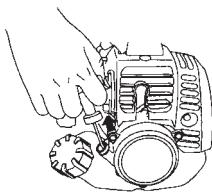

Fig. 14
3. Tire energicamente del arrancador de retroceso, tomando la precaucion de mantener el asidero bien sujetado para evitar que se escape de la mano. (Fig. 14)